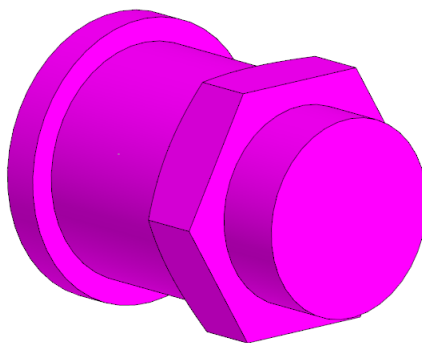

Рис. 5 Результат команды «Элемент выдавливания 2»
- **Твердотельное моделирование – Элементы тела – Элемент выдавливания.** Параметры команды Элемент выдавливания 2: результат – Вычитание, сечение – Эскиз 2, направляющий объект – Эскиз 2, способ выдавливания – До объекта или На расстояние (рис. 5).